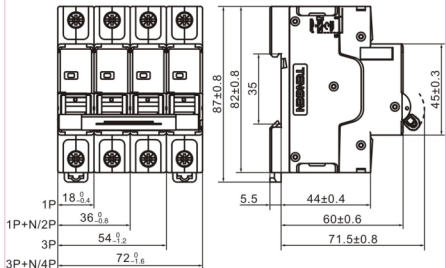

Рисунок 2. Габаритные и установочные размеры
(2) Нормальные условия монтажа (см. Рисунок 2)